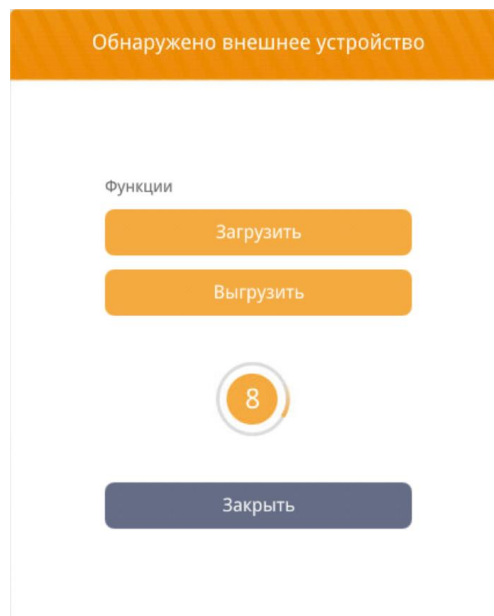

Рисунок 7.5 – Окно «Обнаружено внешнее устройство»
4. На панели оператора в окне «Обнаружено внешнее устройство» (рисунок 7.5) нажать кнопку «Выгрузить».
17. На панели оператора в окне «Обнаружено внешнее устройство» (рисунок 7.5) нажать кнопку «Загрузить».